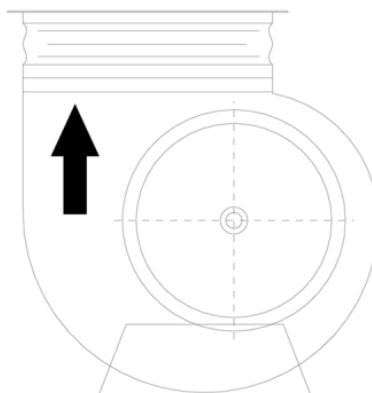

Figura 6 Verso di rotazione del ventilatore;
- controllare che il senso di rotazione del ventilatore/i sia quello indicato dalla freccia sulla girante (Figura 6);
- il senso di rotazione del gruppo ventilante indicato dalla freccia sulla ventola stessa (Vedi Figura 6);